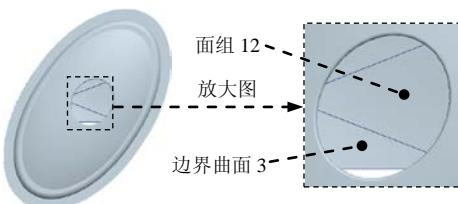
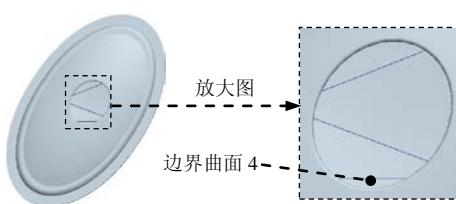

图 21.23 创建面组 123
图 21.24 定义边界曲面 4
Step9. 将图 21.23 所示的面组 12 与边界曲面 3 进行合并，合并后的曲面暂且编号为面组 123。
(1) 按住 Ctrl 键，选取要合并的两个曲面（面组 12 和边界曲面 3），然后单击 **模型** 功能选项卡 **修饰符** 下拉菜单中的 **合并** 按钮，系统弹出“合并”操控板。
(2) 单击按钮 ，预览合并后的面组。
(3) 确认无误后，单击 按钮。
Step10. 创建图 21.24 所示的边界曲面 4。